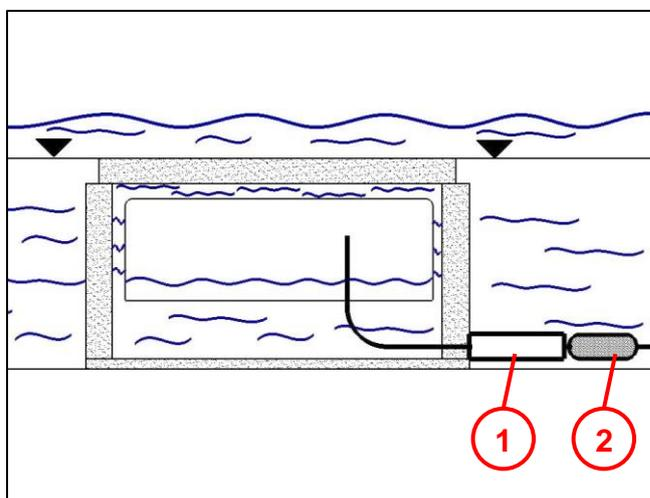

Fig. 2
Per evitare l'“effetto snorkel” quando l'acqua sale, i cavi/le linee in entrata e in uscita (4) devono essere sigillati (vedi Fig. 2).